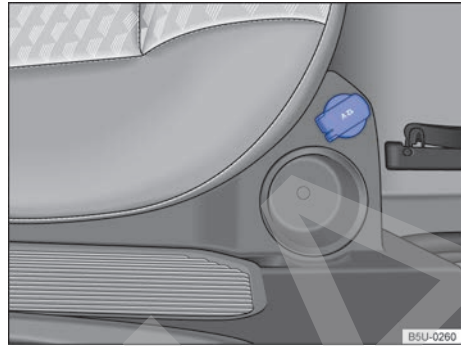

Fig. 108 En el lateral del asiento trasero: toma de corriente de 12 V - Saveiro Doble Cabina
- En el portaobjetos del lado derecho del asiento trasero ⇒ fig. 108.